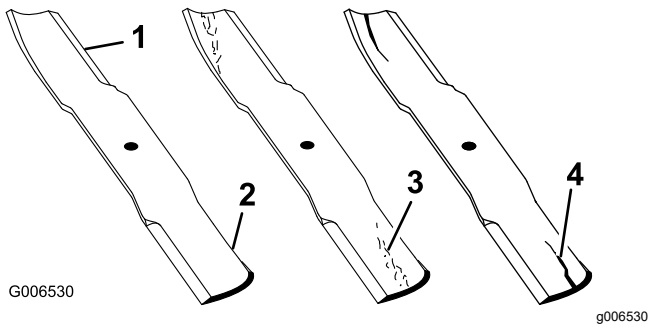

Figure 68
1. Examinez le tranchant des lames (Figure 68).
4. Remplacez immédiatement toute lame fendue, usée ou qui présente une entaille (Figure 68).